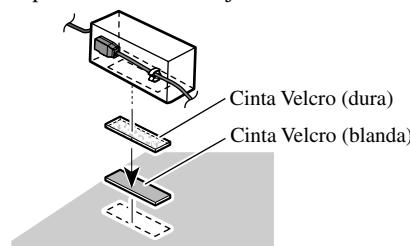

Fig. 9
• Cuando instale la caja de conexión de cable óptico con la cinta Velcro. (Fig. 9)